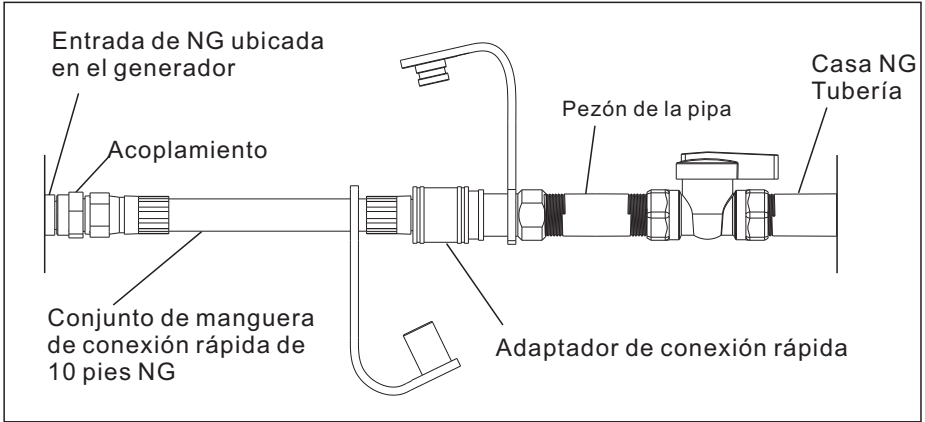

Figura 7
5. Conecte el acoplamiento al generador, luego conecte la manguera al generador y al adaptador de conexión rápida. Asegúrese de que el generador esté apagado antes de conectar la manguera al generador (Figura 7).